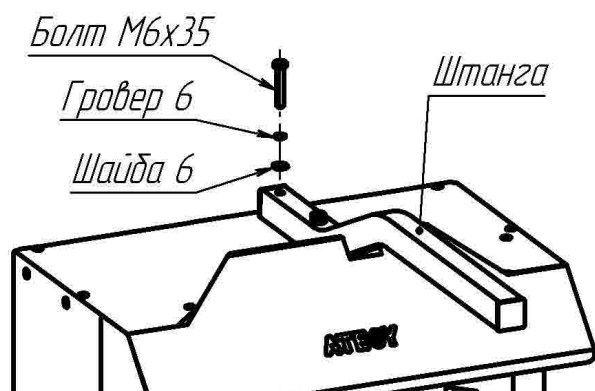

Рис. 3
5.5 Установите собранную установку в вертикальное положение. Закрепите штангу на корпусе с помощью болтов М6х35, шайб 6 и гроверов 6 (рис.3).